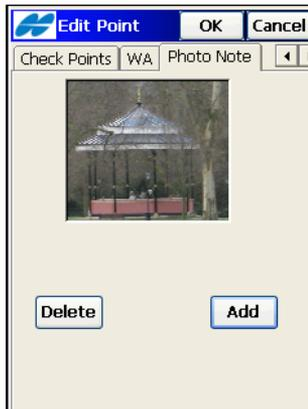

Abbildung 6-5. Neue Photonotiz
5. Fügen Sie auf dem Register *Photonotiz* (Abbildung 6-5) einen Photokommentar für den Punkt hinzu. Tippen Sie auf **Neu**, um das Fenster **Suchen** zum Auswählen des Bildes zu öffnen. Zum Löschen des Bildes tippen Sie auf **Löschen**.